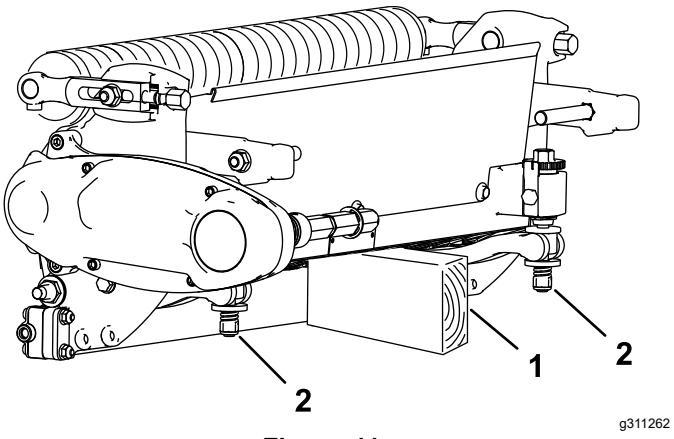

Figura 11
- Com a unidade de corte removida da máquina, coloque um apoio por baixo da traseira da unidade de corte para assegurar que as porcas nos parafusos de ajuste da extremidade traseira da barra de apoio não fiquem apoiadas sobre a superfície de trabalho (Figura 11).